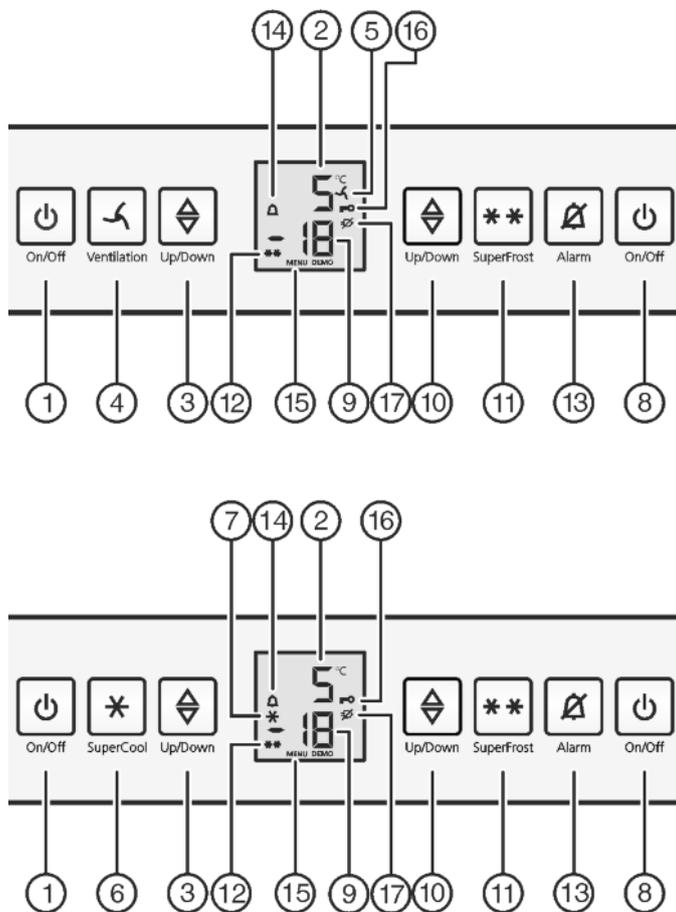

Fig. 2
- Apăsăți tasta On/Off a congelatorului *Fig. 2 (8)*.
- Apăsăți tasta On/Off a frigiderului *Fig. 2 (1)*.
- Activarea modului de reglare: Apăsăți tasta SuperFrost *Fig. 2 (11)* timp de cca. 5 secunde.
- ▷ Pe afișaj apare simbolul Meniu *Fig. 2 (15)*.
- Confirmați printr-o scurtă apăsare a tastei SuperFrost *Fig. 2 (11)*.
- ▷ Simbolul protecției pentru copii *Fig. 2 (16)* se aprinde pe afișaj.
- Apăsăți scurt tasta On/Off a congelatorului *Fig. 2 (8)*.
- ▶ Activarea modului de reglare: Apăsați tasta SuperFrost Fig. 2 (11) timp de cca. 5 secunde.
- ▷ Pe afișaj apare simbolul Meniu Fig. 2 (15).
- ▶ Confirmați printr-o scurtă apăsare a tastei SuperFrost Fig. 2 (11).
- ▷ Simbolul protecției pentru copii Fig. 2 (16) se stinge.
- ▶ Apăsați scurt tasta On/Off a congelatorului Fig. 2 (8).
Totodată clipește și indicatorul de temperatură și simbolul Alarm Fig. 2 (14).
Avertizorul acustic este dezactivat automat, simbolul Alarm Fig. 2 (14) se stinge și indicatorul de temperatură încetează să mai clipească, atunci când temperatura revine la o valoare suficient de scăzută.
- ▶ Apăsați tasta Alarm Fig. 2 (13).